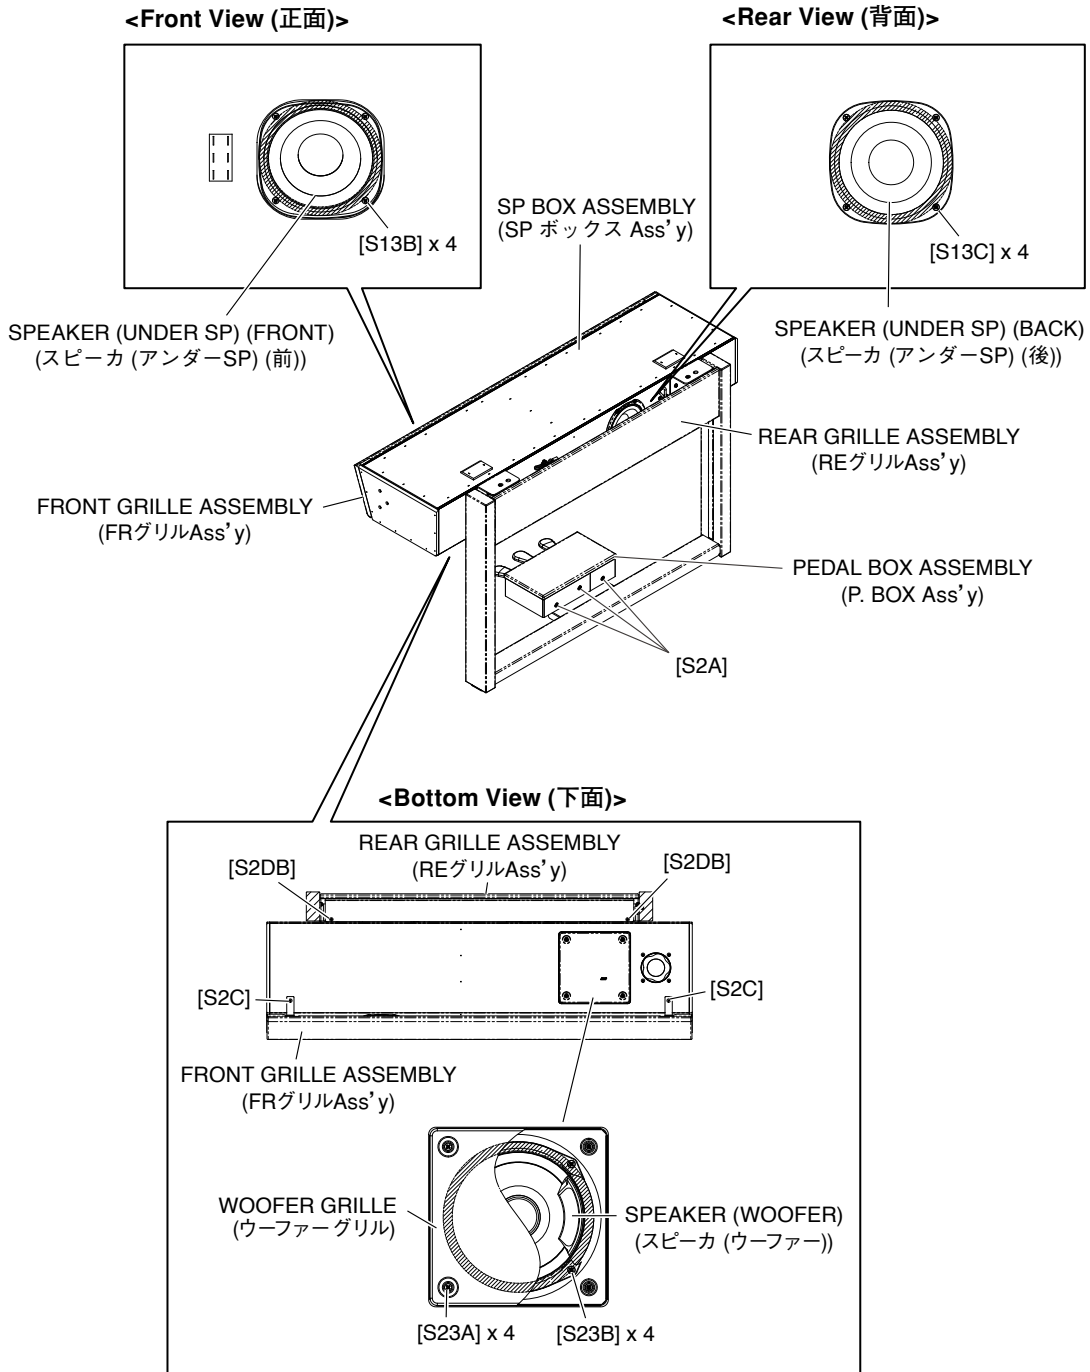

Fig. 26 (図 26)
27-1. Remove the four (4) screws marked [S23A]. The woofer grille can then be removed. (Fig. 26)
27-2. Remove the four (4) screws marked [S23B]. The speaker (woofer) can then be removed. (Fig. 26)
27-1. [S23A]のネジ4本を外して、ウーファークリルを外します。(図26)
27-2. [S23B]のネジ4本を外して、スピーカ（ウーファー）を外します。(図26)
- 28-1. Remove the two (2) screws marked [S2C]. The front grille assembly can then be removed. (Fig 26)
- 28-2. Remove the four (4) screws marked [S13B]. The speaker (under SP) (front) can then be removed. (Fig. 26)
- 29-1. Remove the two (2) screws marked [S2DB]. The rear grille assembly can then be removed. (Fig 26)
- 29-2. Remove the four (4) screws marked [S13C]. The speaker (under SP) (back) can then be removed. (Fig. 26)
- 30-1. Remove the three (3) screws marked [S2A]. The pedal box assembly can then be removed. (Fig. 26)
31. Pedal Assembly (V) (Time required: About 3 minutes)
- 31-2. Remove the four (4) screws marked [4d]. The rubber holder can then be removed. (Photo 6)
- 31-3. Remove the eight (8) screws marked [6]. The pedal assembly (V) can then be removed. (Photo 6)
- 28-1. [S2C] のネジ 2 本を外して、FR グリル Ass'y を外します。(図 26)
- 28-2. [S13B] のネジ 4 本を外して、スピーカ (アンダー SP) (前) を外します。(図 26)
- 29-1. [S2DB] のネジ 2 本を外して、RE グリル Ass'y を外します。(図 26)
- 29-2. [S13C] のネジ 4 本を外して、スピーカ (アンダー SP) (後) を外します。(図 26)
- 30-1. [S2A] のネジ 3 本を外して、P. BOX Ass'y を外します。(図 26)
31. ペダル Ass'y (V) (所要時間: 約 3 分)
- 31-3. [6] のネジ 8 本を外して、ペダル Ass'y (V) を外します。(写真 6)